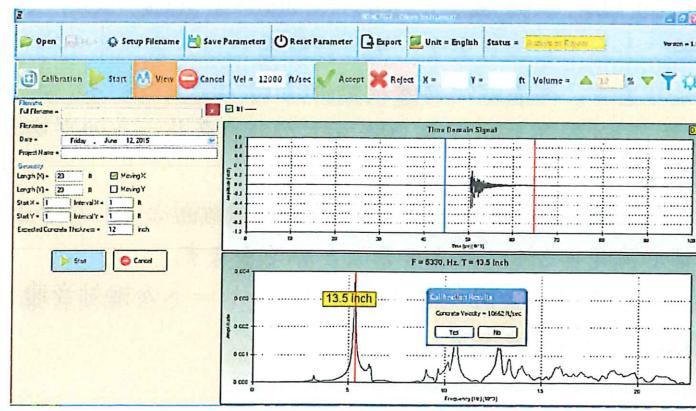

図 4-7 既知の厚さでの音速の校正（測定結果受入れ画面）
- 6-12inch (15-30cm) の場所では、測定面に CTG-2 ヘッドを押し当て、CTG-2 ヘッドのハンドルの内側にあるトリガーボタンを押します。インパクターが測定面をたたき、反射波が受波されます。波形フィールドの受波波形があることを確認し、周波数フィールドに一本のピークを持つ周波数解析結果が表示されていれば正常です。ダイアログボックスに表示される音速値を受入れる場合は“Yes”を選択します（図 4-7）。